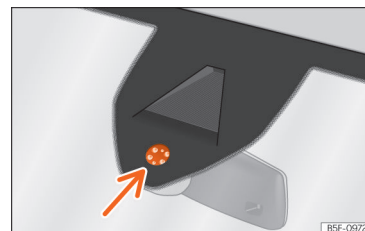

Abb. 114 Sensitive Fläche des Regensensors.
Mögliche Ursachen für Störungen und Fehlinterpretationen im Bereich der sensitiven Fläche »» **Abb. 114** des Regensensors sind u. a.:
- Sensitive Fläche des Regensensors regelmäßig reinigen und Wischerblätter auf Beschädigungen prüfen »» **Abb. 114** (Pfeil).